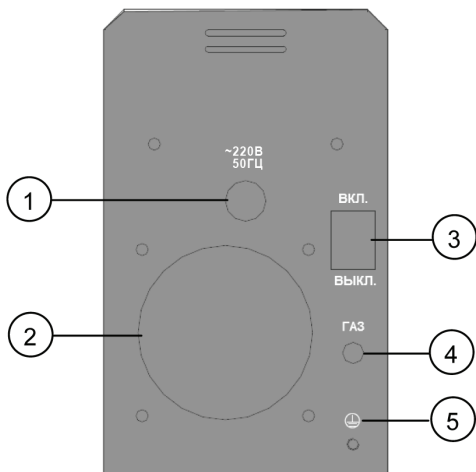

Рис. 2
12. Подсоедините газовый шланг (в комплект не входит) к штуцеру (поз. 4, Рис. 2) на задней панели аппарата, а другой его конец к газовому баллону через редуктор (в комплект не входит).